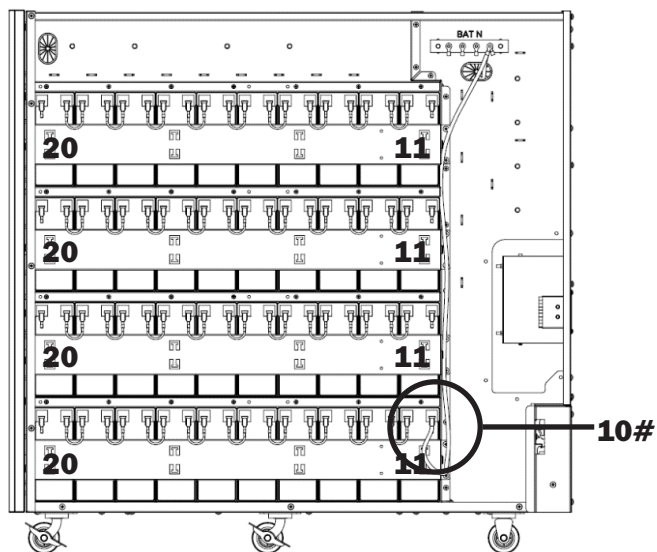

Figure 5-15B
20. Connecter la batterie 11+ du groupe 1 à la barre du bus de la batterie N (BAT N) (Figure 5-15B).